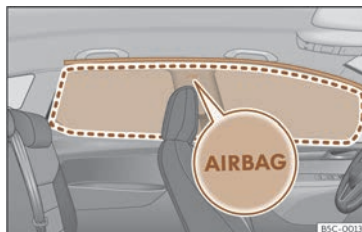

Fig. 28 Amplasarea airbagurilor pentru protecția capului.
Airbagurile pentru protecția capului se află în ambele părți ale habitaculului, deasupra ușilor >>> **fig. 28** iar amplasarea lor este indicată prin cuvântul „AIRBAG”.
Zona în chenar este acoperită de airbagul pentru protecția capului, atunci când acesta este declanșat (zona de declanșare) >>> **fig. 28**. De aceea, nu trebuie niciodată să așezați sau să instalați obiecte în această zonă >>> ⚠.
- Asigurați-vă că sunt corect așezați copiii în scaunele lor și că capetele lor nu se află în zona de declanșare a airbagurilor pentru protecția capului >>> **fig. 28**, deoarece airbagurile declanșate i-ar putea lovi și le-ar putea cauza răni severe.